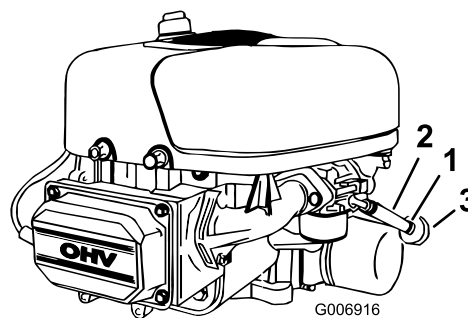

Figure 25
5. Ouvrez le capot et trouvez le filtre à carburant (Figure 25).
6. Pincez les extrémités du collier de fixation et poussez le collier en haut de la conduite d'alimentation, en direction du réservoir de carburant (Figure 25).
7. Débranchez la conduite d'alimentation du filtre à carburant (Figure 25) et laissez couler l'essence dans un bidon ou un bac de vidange.
Le meilleur moment pour remplacer le filtre à carburant (Figure 25) est lorsque le réservoir à carburant est vide. Ne réinstallez jamais un filtre à carburant encrassé après l'avoir déposé de la conduite d'alimentation.
4. Pincez les extrémités des colliers et faites glisser ceux-ci pour les éloigner du filtre à carburant (Figure 25).